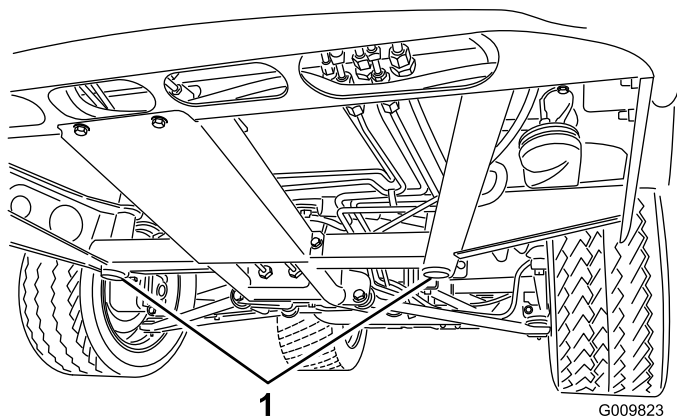
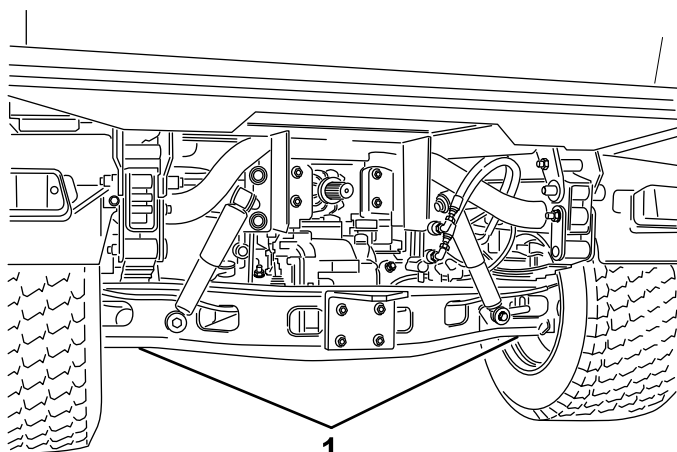

Figura 38
Figura 39
- Il punto di sollevamento della parte anteriore del veicolo si trova sotto il supporto anteriore centrale del telaio (Figura 38), mentre quello della parte posteriore si trova sotto l'assale (Figura 39).